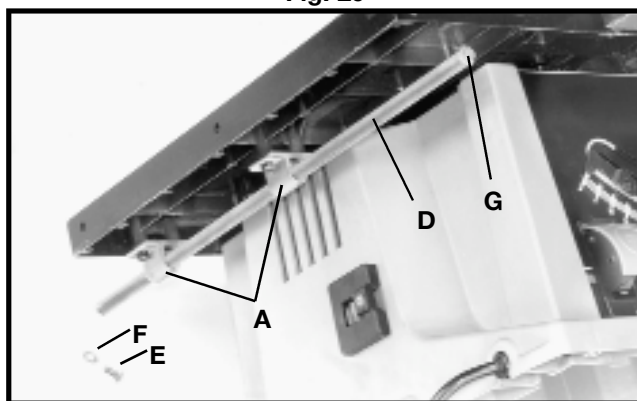

Fig. 30
2. Inserte la varilla (D), Fig. 30, a través de los orificios en las abrazaderas (A), como se muestra. A continuación, enrosque y ajuste un tornillo de cabeza hexagonal 1/4-20 x 1/2" (E) y una arandela plana de 1/4" (F) en el extremo delantero de la varilla (D) como se muestra en (G). Ensamble la varilla restante en el lado opuesto de la sierra de la misma manera.